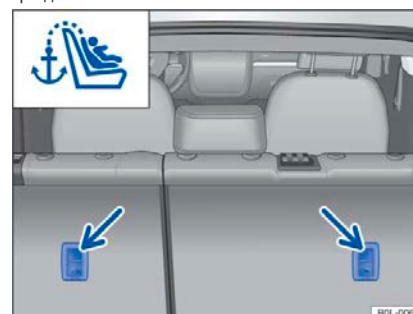

Рисунок 37 Пряжка для крепления верхнего анкерного ремня к спинке заднего сиденья
- Подсоедините крючок верхнего удерживающего ремня к фиксирующему кольцу на спинке заднего сиденья в багажнике → рис. 37.